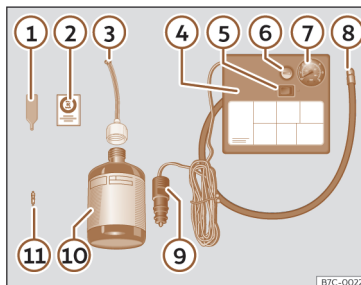

Fig. 31 Representación estándar: contenido del kit antipinchazos.
El kit antipinchazos se encuentra en el compartimento del maletero bajo el revestimiento del suelo. Incluye los siguientes componentes»» **fig. 31**:
• Desenrosque la caperuza y el obús de la válvula del neumático. Utilice el aparato »» **fig. 31** 1 para extraer el obús. Colóquelo en una superficie limpia.
• Agite con fuerza la botella de sellante de neumáticos»» **fig. 31** 10.
• Enrosque el tubo de inflado»» **fig. 31** 3 en la botella de sellante. El precinto de la botella se romperá automáticamente. »
- Retire el tapón del tubo de llenado >>> **fig. 31 ③** y enrosque el extremo abierto del tubo en la válvula del neumático.
- Vuelva a colocar el obús con el aparato >>> **fig. 31 ①** en la válvula del neumático.
- Enrosque el tubo de inflado del neumático del compresor >>> **fig. 31 ⑧** en la válvula del neumático.
- Compruebe que el tornillo de evacuación de aire está cerrado >>> **fig. 31 ⑥**.
- Acople el conector >>> **fig. 31 ⑨** a toma de corriente de 12 voltios del vehículo >>> **pág. 152**.
- Conecte el compresor de aire con conmutador ON/OFF >>> **fig. 31 ⑤**.
- Pegue el adhesivo >>> **fig. 31 ②** en el cuadro de instrumentos, dentro del campo visual del conductor.
Vuelva a enroscar el tubo de inflado >>> **fig. 31 ⑤** y compruebe la presión en el manómetro **⑥**.